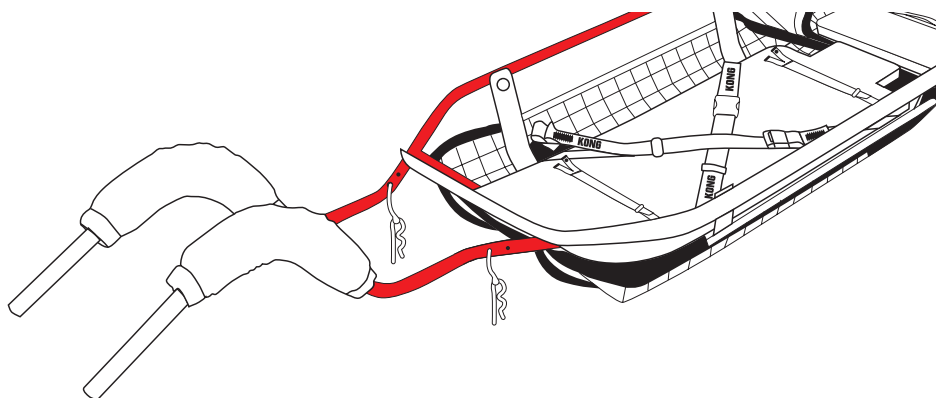

Fig.15
- Collegare i manici al telaio della barella (fig. 15), rispettando la numerazione di accoppiamento,